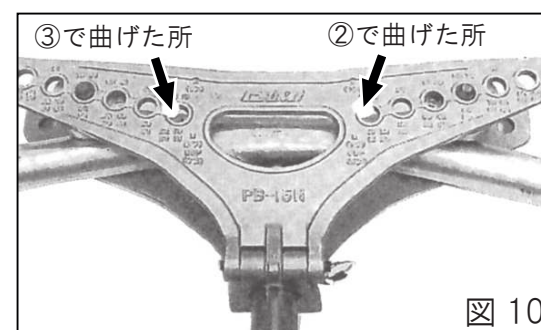

図10
- ④②と③で曲げた所の中心をベンディングシューの中心に合わせ加圧します。（図10）